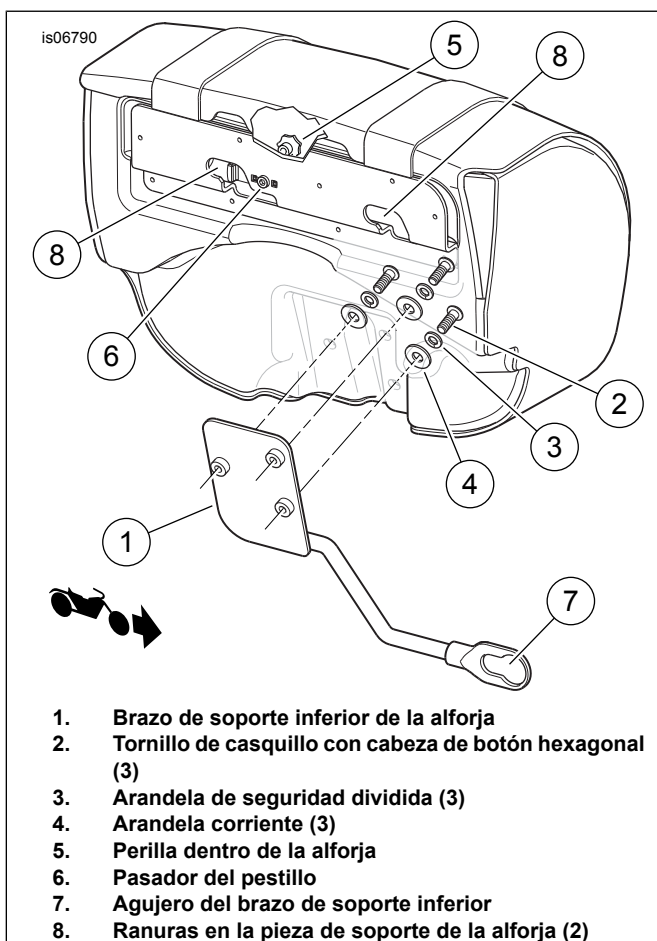

Figura 8. Instalación del brazo de soporte inferior (se muestra el lado izquierdo)
- Vea la Figura 8. Coloque el brazo de soporte inferior en la parte exterior de la parte trasera de la alforja. Aplique unas gotas de Loctite 243, azul, a las roscas de los dos tornillos (2). **Sin apretar**, instale el brazo de soporte inferior (1) en la alforja desde el interior de la alforja usando los tornillos (2), las arandelas de seguridad (3) y las arandelas corrientes (4).
- Vea la Figura 8. Desde el interior de la alforja tire de la perilla y girela (5). El pasador del pestillo (6) liberará el bloqueo de la pieza de soporte.
- Con la bolsa inclinada hacia adelante, gire el extremo del diámetro grande del agujero del brazo de soporte inferior (7) sobre el punto de acoplamiento inferior. Gire el cuerpo de la bolsa hacia abajo, para que los puntos exteriores de acoplamiento en la cubierta de la riostra deslicen dentro de las ranuras de la pieza de soporte (8) en la parte trasera de la bolsa.
- Con la bolsa lo más hacia adelante posible, gire la perilla 1/4 de vuelta. Si la bolsa está asentada correctamente, la perilla debe volver a entrar. Vea detrás de la bolsa y asegúrese de que el pestillo (6) esté en la posición cerrada.
6. Gire la pieza de soporte del soporte (1) para que el punto inferior de acoplamiento esté completamente asentado dentro del diámetro más pequeño del agujero de la pieza de soporte del soporte inferior. Apriete el tornillo de montaje de la pieza de soporte del soporte del apoyapiés a 34–41 N·m (25–30 ft-lbs).
7. Si el ajuste de la pieza de soporte del soporte en el paso 10 hace que la bolsa o el brazo de soporte inferior se levanten o sean empujados hacia abajo, afloje los tres tornillos (2) que sostienen el brazo inferior de soporte a la alforja y ajuste el brazo hacia adelante o hacia atrás, según sea necesario. Apriete los tres tornillos del brazo de soporte a 7–10 N·m (60–90 in-lbs).